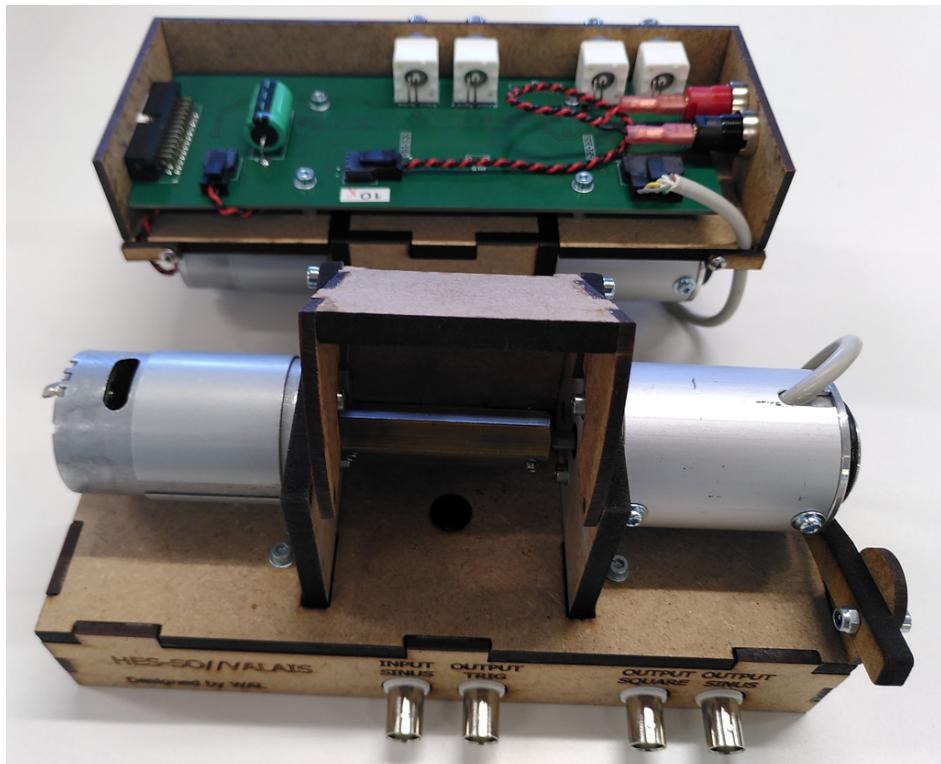

FIGURE 3 – Chariot du synchro
- Un assemblage avec un moteur couplé à un générateur, voir figure 3